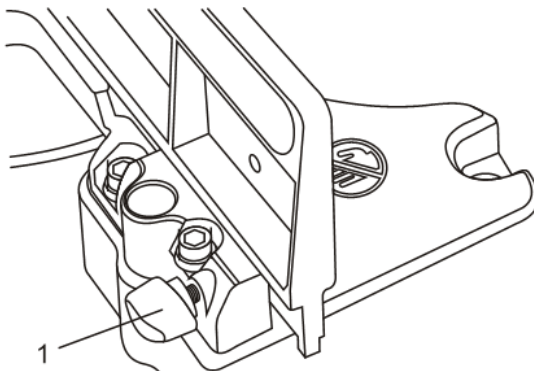

Fig. 18
1. Desserrez le bouton de verrouillage de la rallonge de guide (1) du côté vers lequel la tête de coupe est inclinée (Fig. 18).
1. Ajustez la rallonge de guide (1) comme indiqué dans les Fig. 18 et 19)